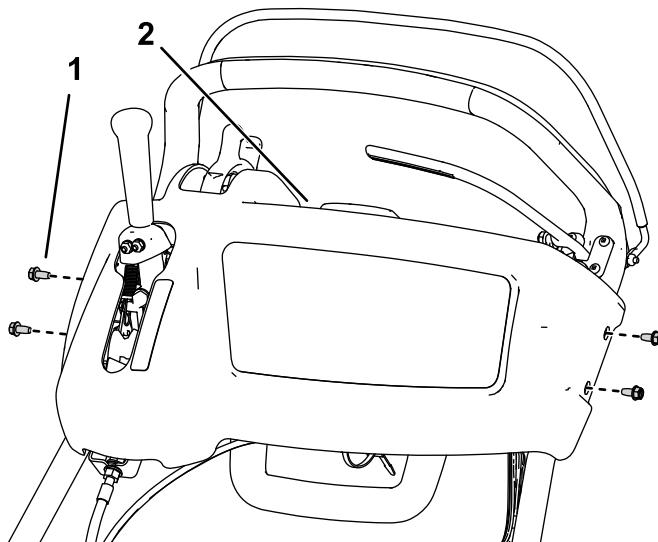

Figura 2
1. Remova os quatro parafusos que prendem a cobertura da consola e remova-a (Figura 2).